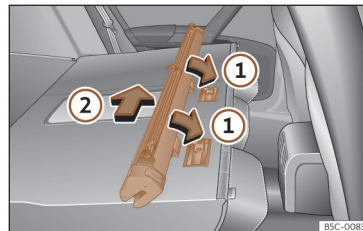

Fig. 134 Asamblarea plasei de separare în spătelele scaunelor din spate.
- Introduceți caseta cu plasa în fantele șinei, în direcția indicată de săgeți»» fig. 134 ①.
- Apăsați complet caseta către partea stângă a automobilului, în direcția indicată de săgeată»» fig. 134 ②.
- Scoateți caseta cu plasa aproximativ 5 cm în direcția opusă celei indicate de săgeată »» fig. 134 ②.
- Scoateți caseta de pe șine, trăgând în direcția opusă celei indicate de săgeți»» fig. 134 ①.